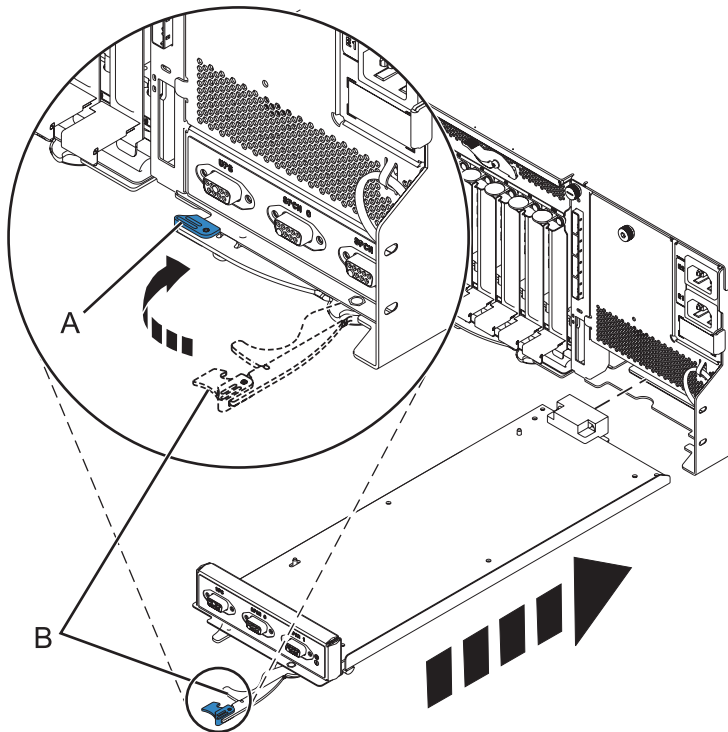

Figure 69. Remplacement du contrôleur de gestion du boîtier
6. Insérez avec précaution le contrôleur de gestion du boîtier dans le système et fermez le loquet (A), comme indiqué dans la figure 69.